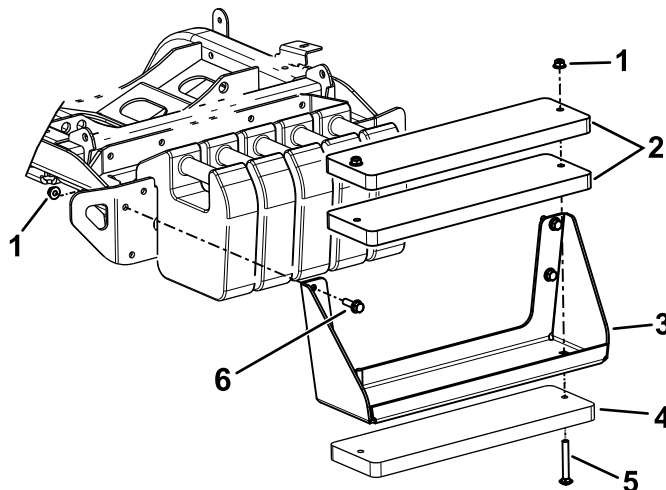

Figure 22
Remarque: Voir la procédure sous Figure 22.
- A. Fixez les 3 masses sur le support à l'aide des boulons ($\frac{3}{8}$ x 4 po) et écrous ($\frac{3}{8}$ po) (Figure 22).
- B. Utilisez les boulons à tête hexagonale et les écrous (inclus dans le kit) pour fixer le support de masses sur la machine (Figure 22).
- A. Déposez le support de masses de la machine (Figure 22).
- C. Fixez les 3 masses sur le support à l'aide des boulons ($\frac{3}{8}$ x 4 po) et écrous ($\frac{3}{8}$ po) (Figure 22).
- D. Utilisez les fixations retirées précédemment pour fixer le support de masses sur la machine (Figure 22).